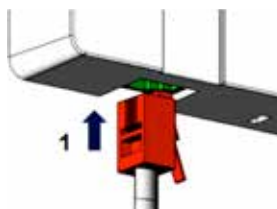

Fig. 8 : Raccorder le combiné
Enfichez la fiche du cordon dans le bus (1). Celui-ci est accessible sur le dessous du téléphone universel (Fig. 8).